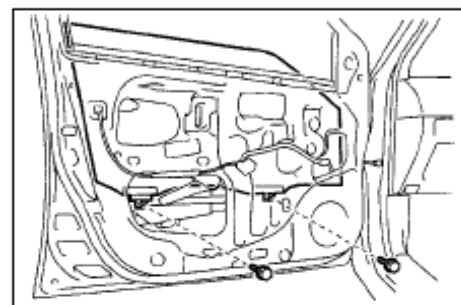

Рис. 577
- a. Открутите 2 болта, удерживающие стекло (рис. 577);